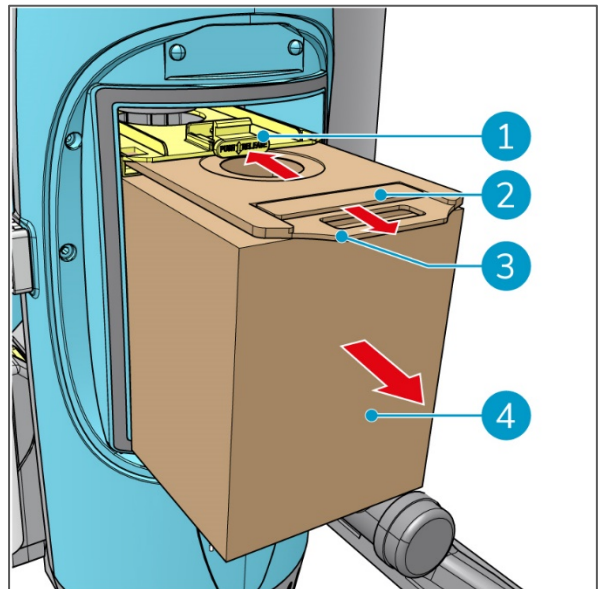

Figura 9
4. Presiona el botón amarillo (Figura 9, pos. 1) para liberar la bolsa de polvo.
5. Tira del asa de cartón (Figura 9, pos. 2) para retirar la bolsa de polvo (Figura 9, pos. 4).
6. Tira de la pestaña de cartón (Figura 9, pos. 3) para sellar la bolsa para el polvo.